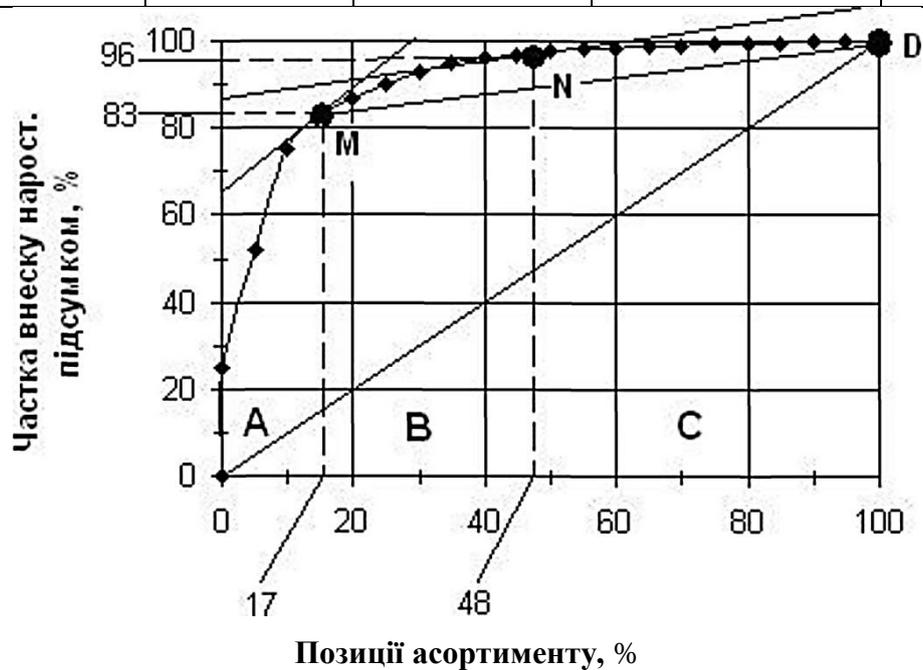

Рис. 2.1. Крива ABC-аналізу
- Результати АВС-аналізу наведено в табл. 2.2 і на рис. 2.1.